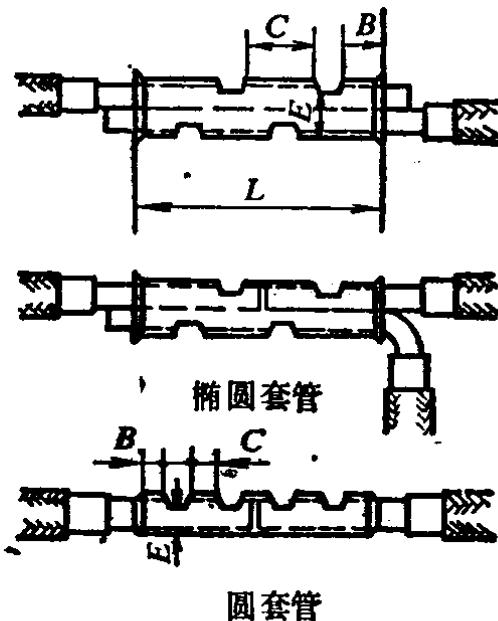

图1-2 单线压接
(1) 对内线工程用的10毫米²以上的单股小截面铝导线，多用铝套管进行局部压接，如图1-2所示。压接前，先把导线两端的绝缘层各剥去50~55毫米，用电工刀把导线表面的氧化膜及油垢刮掉，再涂上凡士林锌粉膏，把线芯从两端插入事先选好的铝套管内，有圆形和椭圆形两种套管，然后用压钳进行压接。压接尺寸见表1-2。